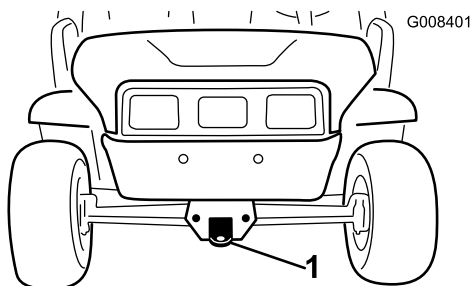
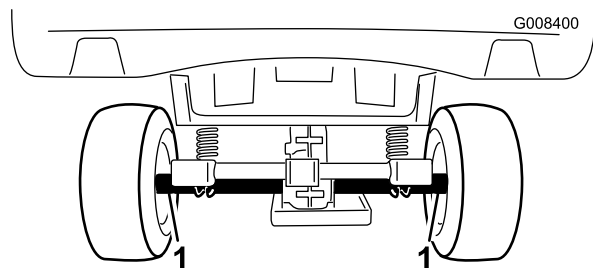

Figure 18
Figure 19
Utilisez des rampes d'une seule pièce pour charger la machine sur une remorque afin de la déplacer sur une longue distance. Veillez à bien arrimer la machine sur la remorque. L'emplacement des points d'arrimage sur la machine est indiqué à la Figure 18 et la Figure 19.
2. Accrochez un câble de remorquage à la flèche d'attelage à l'avant du cadre de la machine (Figure 18).